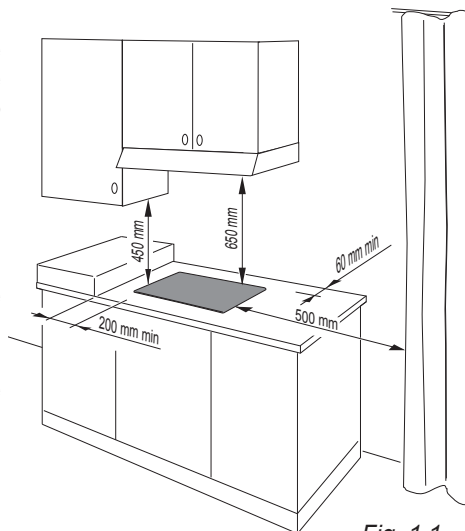

Fig. 1.1
- allorché sopra il piano di cottura vi sia un pensile o cappa mantenere fra la griglia del piano ed il suddetto pensile o cappa la distanza minima pari a 650 mm (vedi anche fig. 1.1);